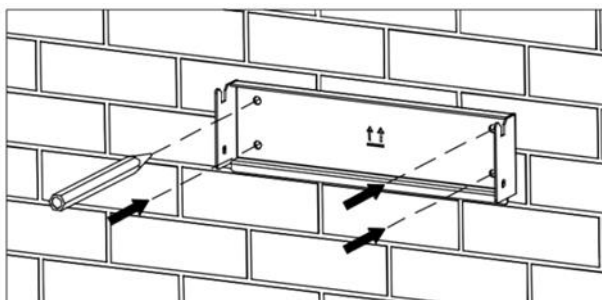

Figura 4.6 Determinați poziția poansonului
- (1) Folosiți placa de poziționare a poansonului din cutia de ambalare pentru a determina poziția perforației. La fel de prezentat în Figura 4.6. Nivelăți găurile cu o riglă de nivel și marcați-o cu un pix.